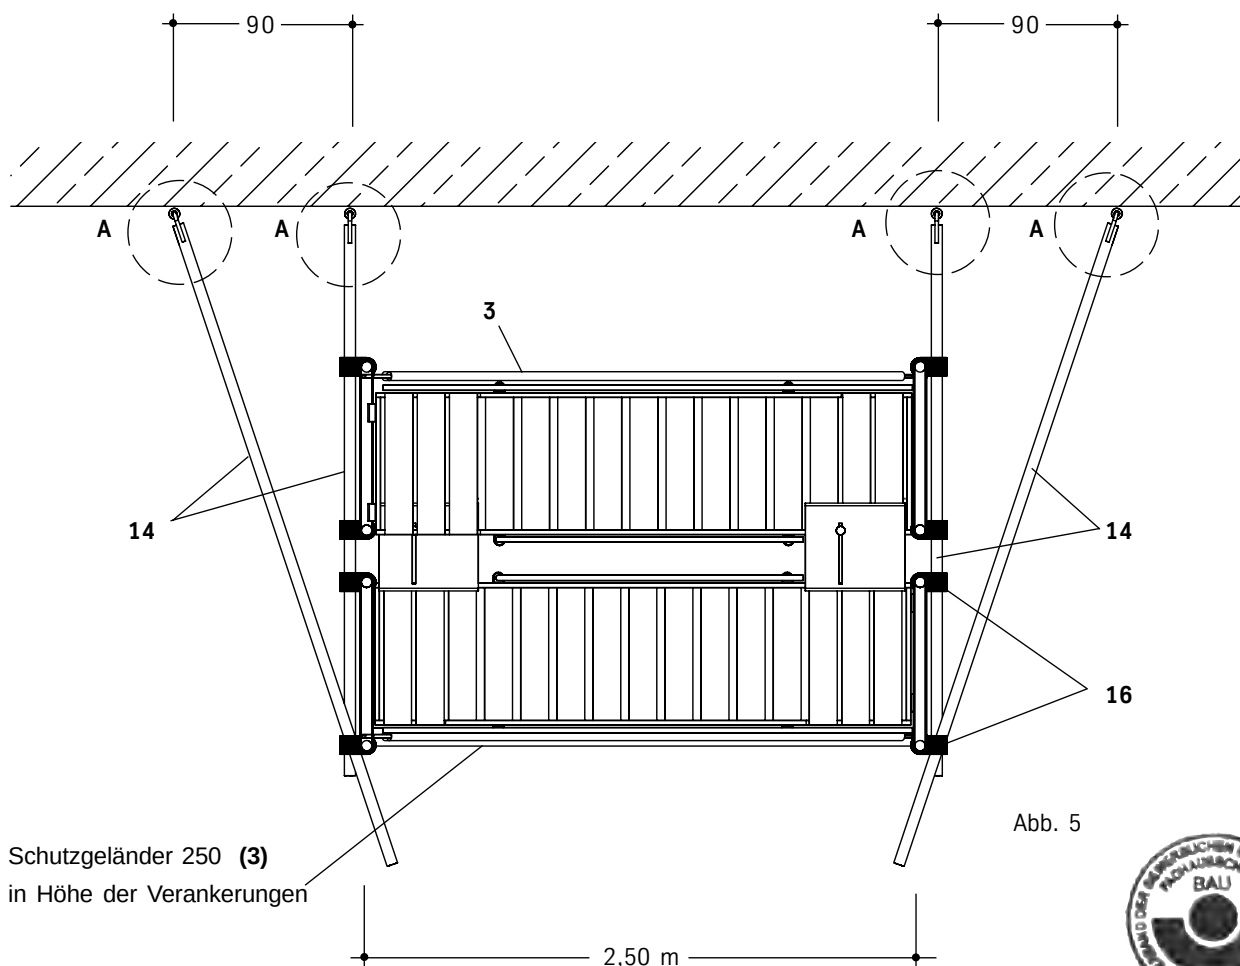

Abb. 5
11. Bevor die weitere Montage der Gerüsttreppe analog zur obigen Reihenfolge fortgesetzt wird, ist die erste Treppenverankerung (s. Abb. 5 auf Seite 39).
14. Die oberste Treppenverankerung ist am Treppenende an den Vertikalrahmen (s. Abb.5 auf Seite 40) anzubringen.
- chend Abb. 5 anzuordnen.